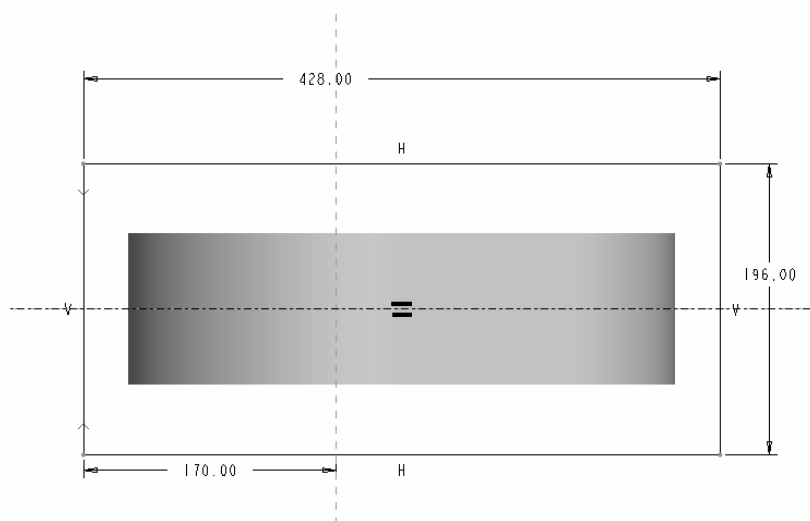

图 4.3.12 绘制拉伸截面
(4) 单击【基础特征】工具栏上的 按钮，然后单击【草图工具】工具栏中的 按钮，以 TOP 基准平面为草绘平面，RIGHT 基准平面为草绘方向参照，方向为【右】，如图 4.3.11 所示，单击 按钮进入草绘状态，绘制如图 4.3.12 所示的截面。单击【草图工具】工具栏中的 按钮完成截面绘制。